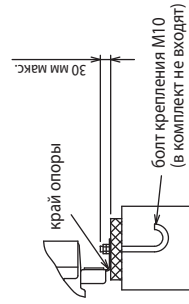

Рис. 1 (без съемной опоры)
- 2) Установочные опоры должны прочно располагаться на основании (рис. 1 и 2).
- 3) Болты крепления должны выступать не более, чем на 30 мм (рис. 1 и 2).